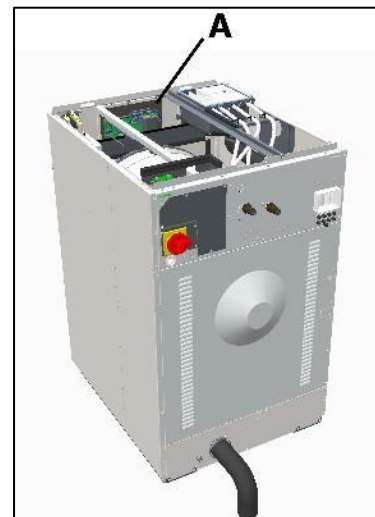

Fig. 3.1
2. Débranchez soigneusement les connecteurs et câbles de la carte du panneau frontal **A** (Fig. 3.1).